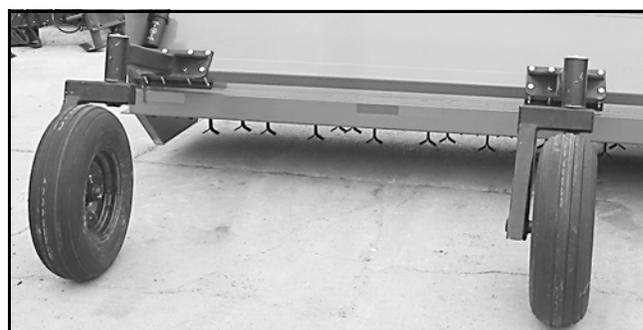

Figura 41. Conjunto da roda instalado
4. Instale o conjunto da roda no eixo oscilante (Figura 41). **Se estiver equipada com rodízios, verifique se há folga suficiente para que os rodízios girem sem bater um no outro.** Não fazer isso provocará danos ao pneu.